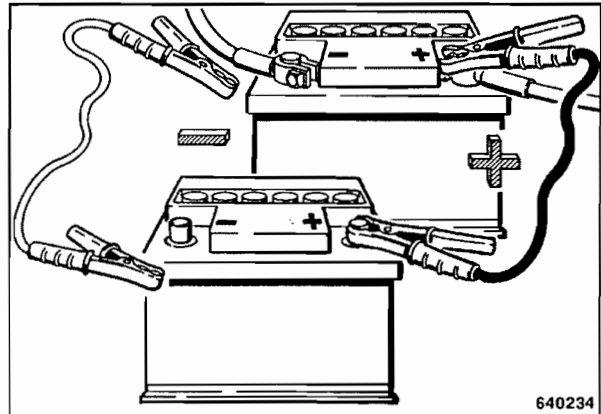

Fig. 34
- Para arrancar con una batería auxiliar, primero hay que conectar los dos polos positivos (Fig. 34), y a continuación los dos polos negativos (cables de masa).